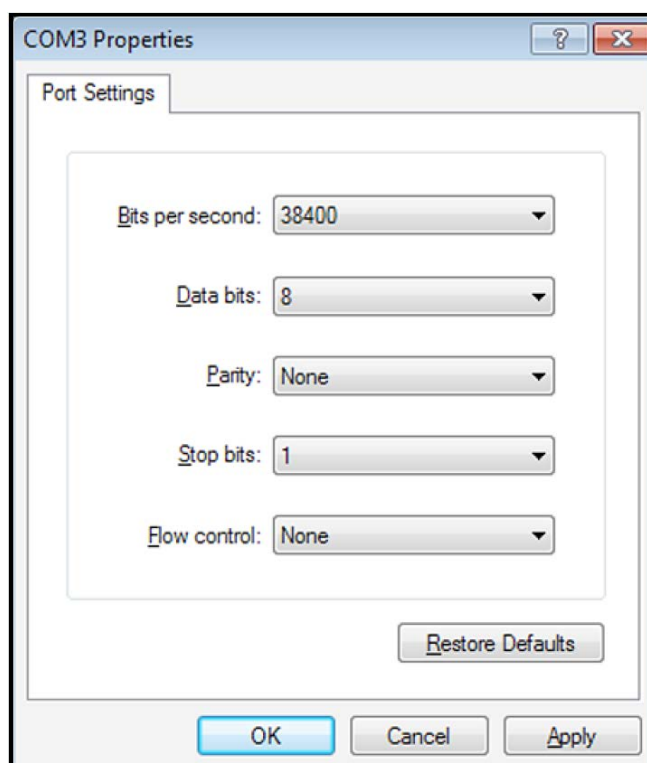

Рис. 13: Окно COM Properties (свойства COM-порта)
2. Запустите программу *HyperTerminal* и установите параметры связи в соответствии с установками для COM-порта и RS232 расходомера PT878 (см. *рис. 13* ниже).